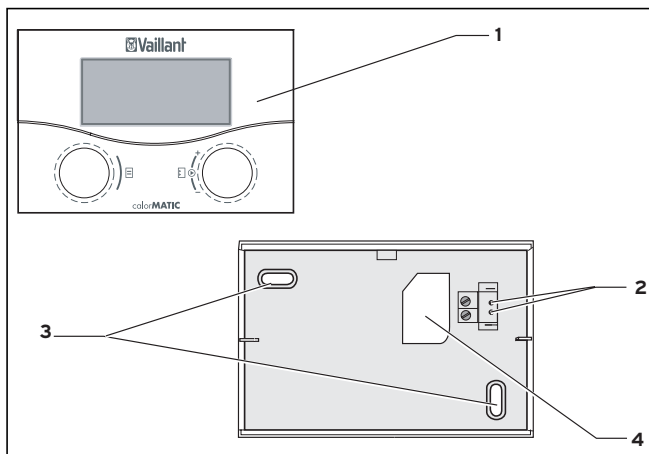

Рис. 3.4 Монтаж в качестве прибора дистанционного управления
- Сделайте два крепежных отверстия (3) для настенного цоколя VR 55 с диаметром 6 мм согласно рис. 3.4 и вставьте дюбели, входящие в объем поставки.
- Протяните соединительный кабель через кабельный ввод (4).